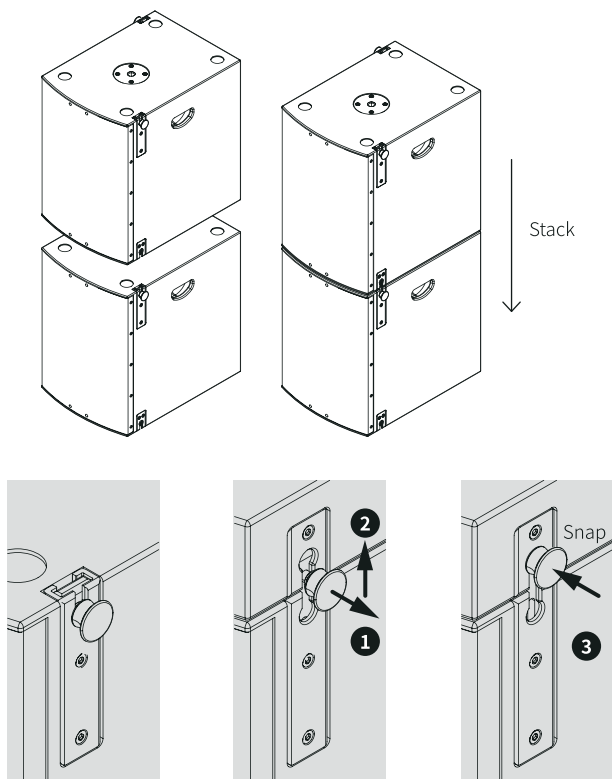
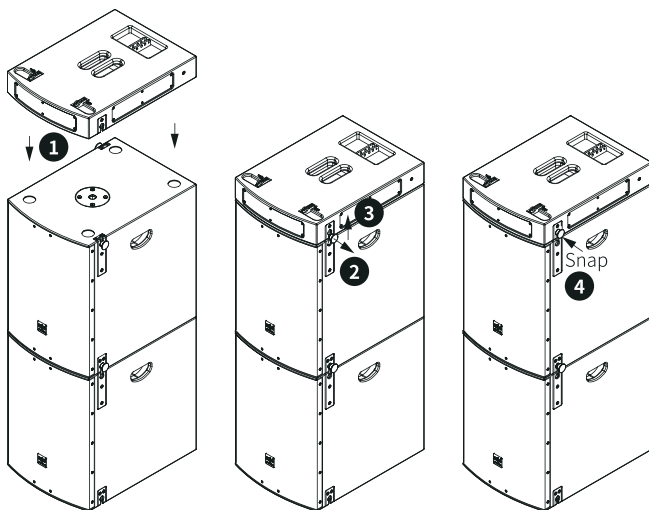

图 7. M-FXA SUB 低音音箱的堆叠连接系统
图10. 通过M-F3A SUB SFI堆叠架对低音音箱进行堆叠
- 侧面锁定点:箱体顶部的凸型杆和底部的凹型插孔。当使用 M-FXA SUB 低音音箱用作堆叠系统时,必须如图 7 所示,按照如下步骤进行锁定:
2. 如图7与图10所示，将M-F3ASUB SFI堆叠架放至相应的低音音箱上，并使用两侧的锁扣装置进行固定。
注意，上述安装步骤也适用于堆叠 M-FXA SUB 低音音箱，具体安装方式如吊挂组件章节中的图 7 所示。在这种情况下，最多可堆叠 3 个 M-FXA SUB 低音音箱。